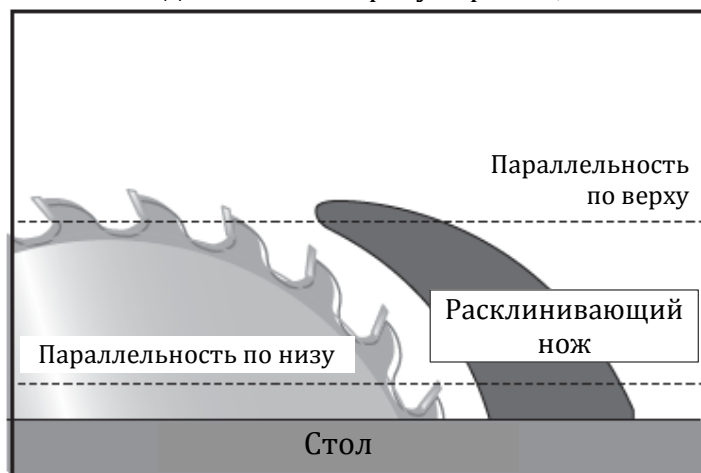
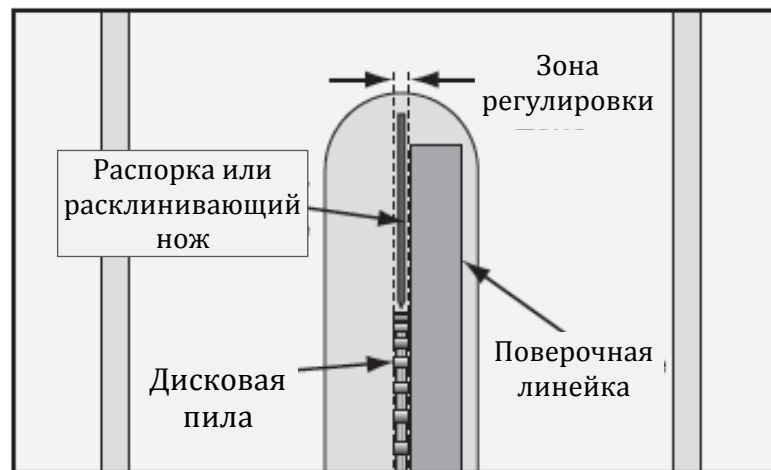

Рис. 74. Проверка параллельности по верху и низу расклинивающего ножа относительно пилы
Рис. 75. Зона регулировки распорки или расклинивающего ножа
3. Положить поверочную линейку по верху и низу пилы и распорки или расклинивающего ножа, как показано на рис. 74. Распорка или расклинивающий нож должен быть параллелен дисковой пиле по её длине в обоих положениях и должен находиться в зоне регулировки, как показано на рис. 75.